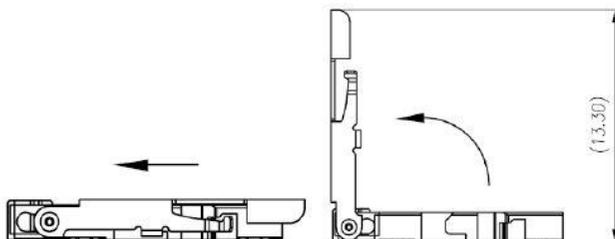

Figura 2-4
1. Individuare l'alloggiamento Micro SD e aprirlo secondo la direzione mostrata nella Figura 2-4